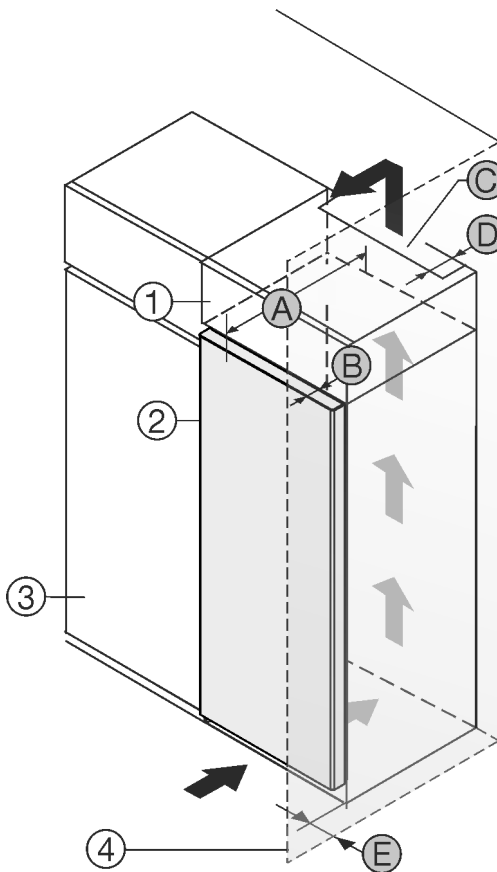

Fig. 1
Zariadenie môžete inštalovať priamo vedľa kuchynskej skrine Fig. 1 (3)\*.
Na zadnej strane nadstavnej skrine musí byť vetracia šachta s hĺbkou Fig. 1 (D) cez celú šírku nadstavnej skrine.\*
Pod stropom miestnosti sa musí dodržať prierez vetracieho otvoru Fig. 1 (C)\*.
Ak zariadenie nainštalujete so závesmi vedľa steny Fig. 1 (4), tak vzdialenosť medzi zariadením a stenou musí byť minimálne 13 mm.\*
Aby ste mohli dvere úplne otvoriť, zariadenie musí vyčnievať o hĺbku dverí Fig. 1 (B) prednej časti kuchynskej skrine. V závislosti od hĺbky kuchynských skrií Fig. 1 (3) a použitia dištančných držiakov na stenu môže zariadenie prečnievať ešte viac.\*